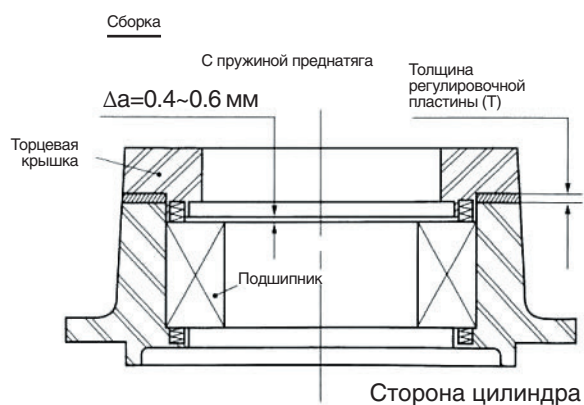

Рис. 3.36
- (4) Снимите торцевую крышку и установите пружины, затем соберите подшипник и установите регулировочные пластины заданной толщины (Т). Эту толщину можно определить. **(Рис. 3.36, Таблица 3.1)**
- (5) Другие указания.